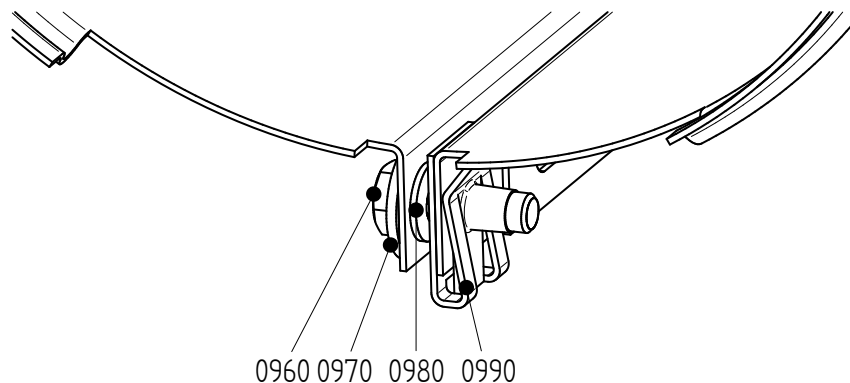

Рисунок 10: Установка кожуха
- 1 Ослабьте затяжку болтов (0960). См. рисунок 10.
3 Закройте кожух и установите болт (0960). См. рисунок 10.
5 Закройте кожух, установите болт (0230) и болт (0960). См. рисунок 10.